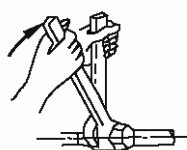

Figura 24
- Coloque la tubería de conexión en la posición adecuada, apriete las tuercas con la mano y después apriételas con una llave. (Consulte la figura 24)